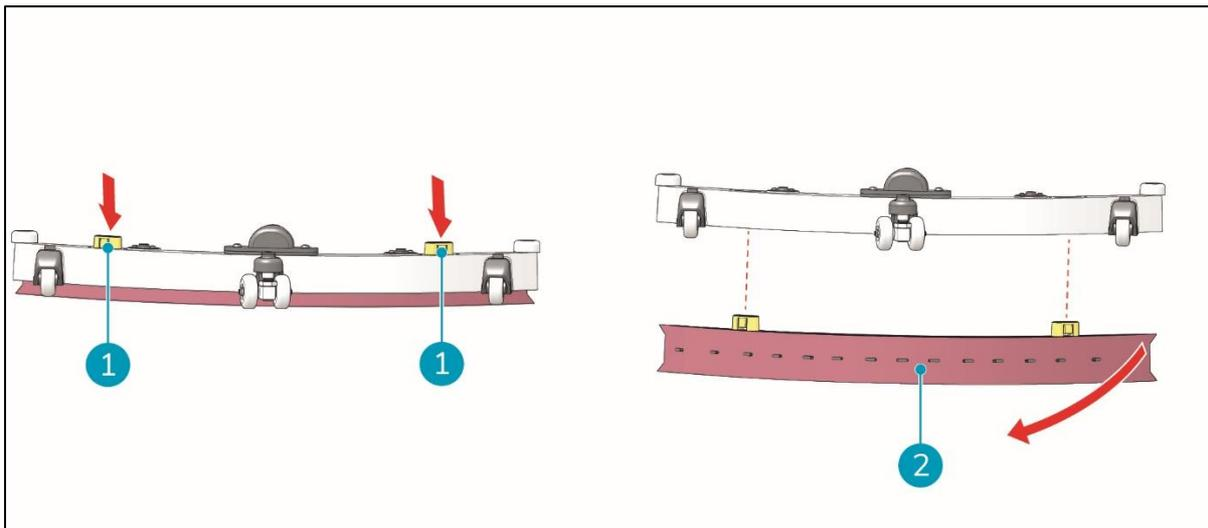

Figure 30
2. Lorsque l'unité a été retirée du plateau de lavage, appuyez simultanément sur les deux boutons noirs situés sur le dessus de l'unité de raclage (Figure 30, pos. 1). Le support des lames de la raclette se détache de l'unité de la raclette. Les lames de la raclette sont maintenant exposées.
3. Retirez les lames de raclette en caoutchouc avant et arrière des encoches métalliques du support (Figure 30, pos. 2).